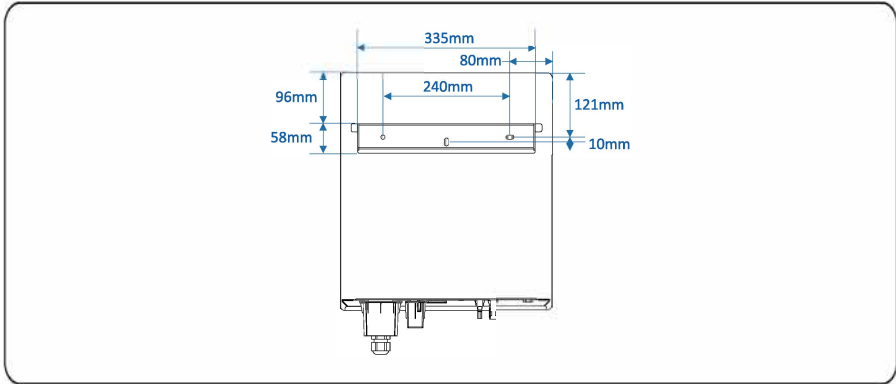

Figura 4.10: Determine as posições para perfurar os furos (unidade: mm)
**Passo 2:** Determine as posições para perfurar os furos (conforme mostrado na Figura 4.10) usando o painel traseiro.